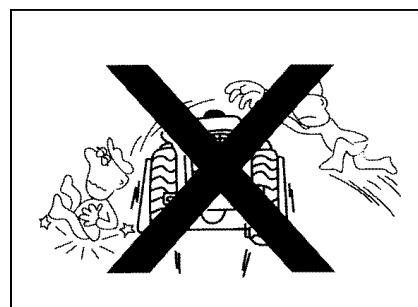

Рис.1–27
- Топливо и смазочное масло, применяемые на погрузчике, относятся к числу огнеопасных предметов. Когда дым и огонь приближаются к оборудованию, это очень опасно. Поэтому следует обращать внимание на нижеследующее(рис. 1–28).